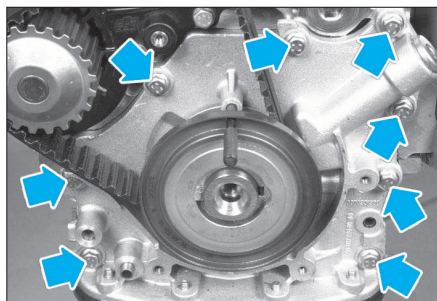

FIG. 27
- les huit vis de la pompe à huile en bout de vilebrequin (Fig.27).